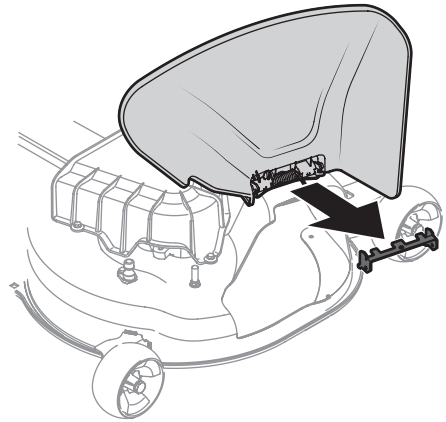

Figura 10
2. Sujete el deflector del canal completamente hacia arriba, extraiga el soporte de tope. Baje el deflector del canal y deseche el soporte de tope. Consulte la Figura 10.